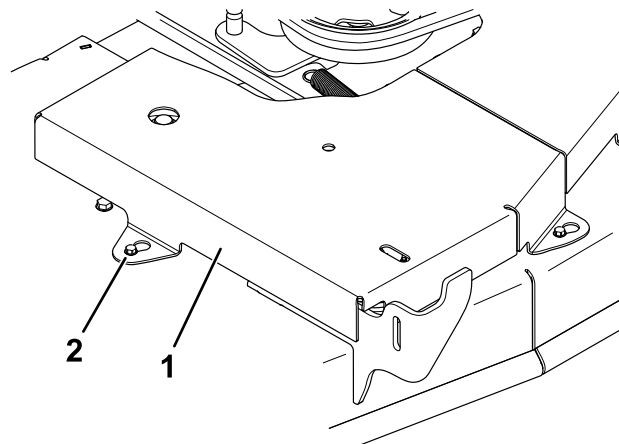

Figure 51
3. Sur les tabliers de de 91 cm (36 po), desserrez les 2 boulons sur les deux couvercles de poulie et déposez les couvercles (Figure 51).
9. Reposez les couvercles de poulie (Figure 51 ou Figure 52).